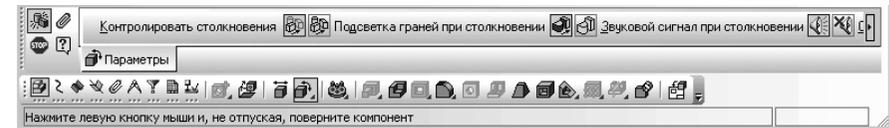

Рис. 6.38. Панель свойств: Повернуть компонент, Компактная панель и Строка сообщений
- щелкните в **Компактной** панели по кнопке переключателю – **Редактирование сборки**, а затем в панели инструментов по кнопке – **Повернуть компонент** – кнопке с изображением над кубиком стрелки поворота. Указатель курсора поменяет свою форму на стрелки поворота . Появится **Панель свойств: Повернуть компонент** (рис. 6.38).